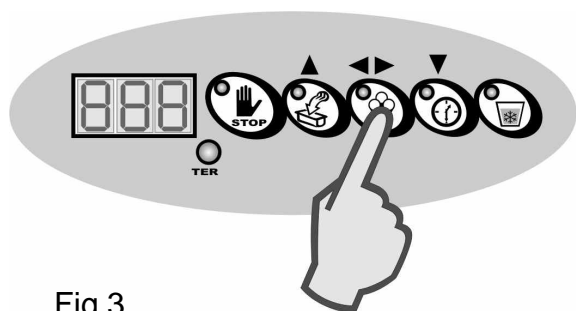

Fig.3
7. Si par contre, vous voulez modifier l'étape sélectionnée, appuyer sur la touche "CONFIRMATION" (fig. 3) pour visualiser la valeur actuelle ensuite, appuyer sur les touches UP ou "DOWN" pour augmenter ou diminuer respectivement la valeur. Ensuite appuyer sur la touche "CONFIRMATION" pour confirmer les données.